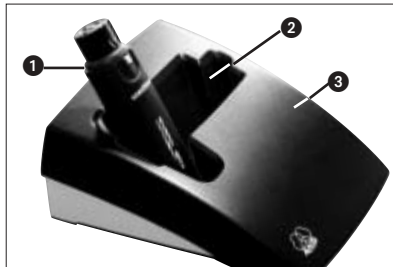

Fig. 2: SO 40
3. Coloque el emisor (1) en la bandeja de carga (2) de la estación de carga (véanse Figs. 2 a 4 a la página 31).
**Importante (SO 40 – Fig.2): desconecte el SO 40 del micrófono antes de colocarlo en la estación de carga. De no hacerse, se corre el peligro de que la estación se vuelque, cayéndose el emisor de la bandeja de carga.**
**Coloque el emisor en la estación de carga como se indica en las figs. 2 a 4.**